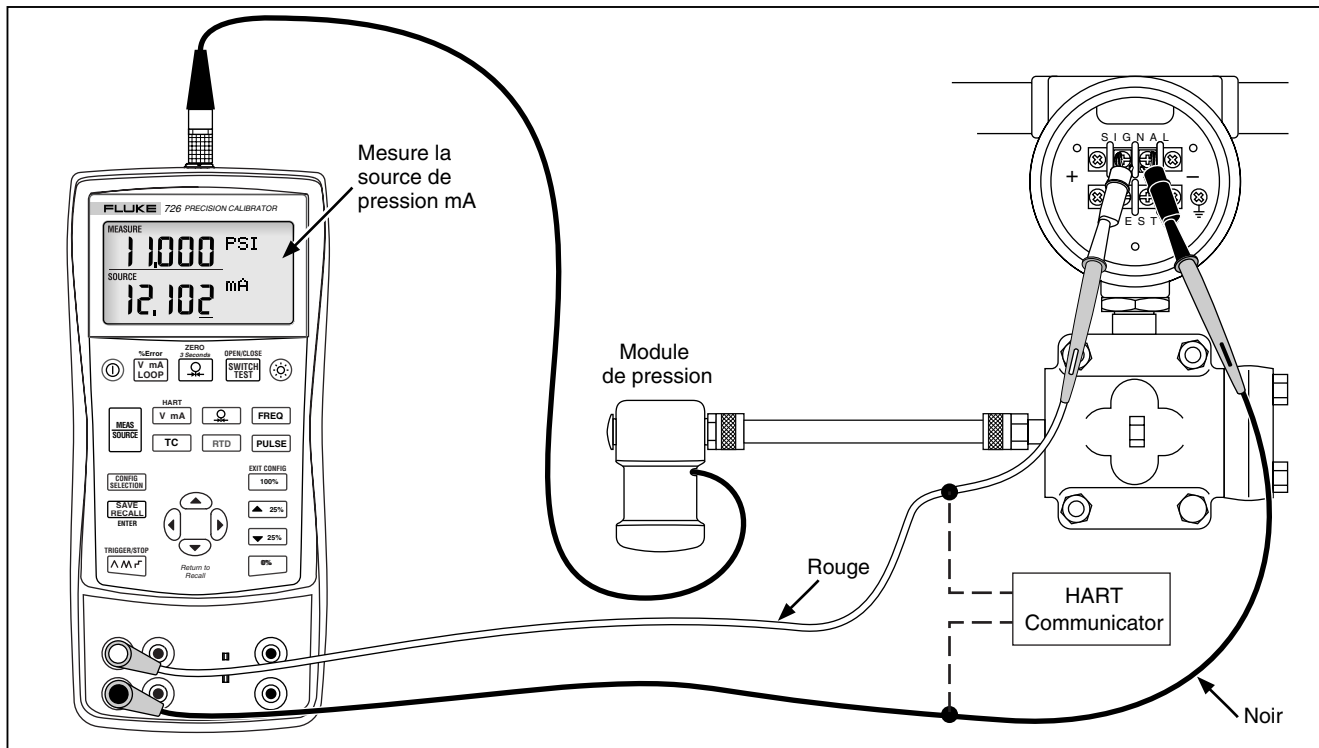

Figure 22. Calibrage d'un transmetteur d'intensité-pression (I/P)
1. Branchez les cordons de mesure à l'instrument testé conformément à la figure 22. Les branchements simulent un transmetteur d'intensité-pression et servent à mesurer la pression de sortie correspondante.